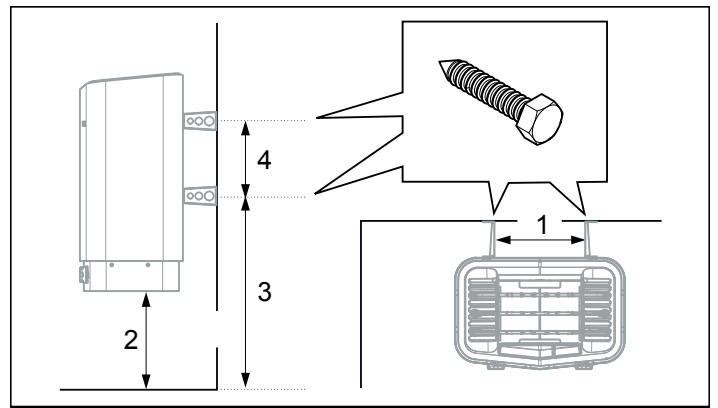

Abb. 8: Bemessung
6. Positionieren Sie die Schrauben der Halterung, siehe Abb. 8.